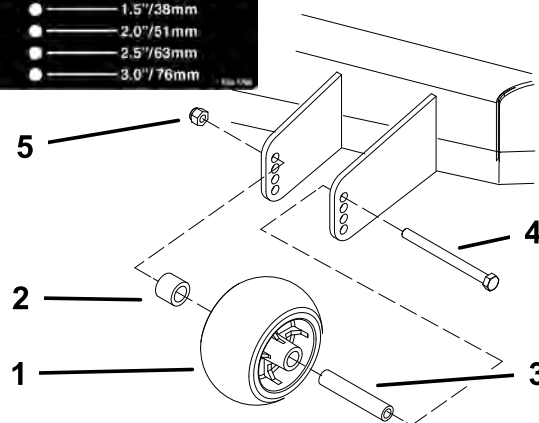
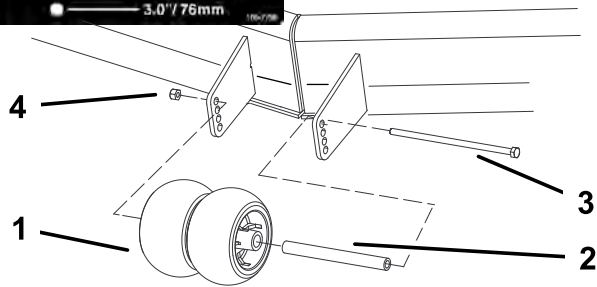

Figure 19
Figure 20
3. Après avoir réglé la hauteur de coupe, réglez les galets en retirant l'écrou à collerette, la bague, l'entretoise et le boulon (Figure 19, Figure 20 et Figure 45).
Remarque: Les deux galets centraux ne sont pas munis d'entretoise (Figure 20).
5. Posez l'écrou à collerette, la bague, l'entretoise et le boulon. Serrez à 54–61 Nm (40–45 pieds-livre) (Figure 19, Figure 20 et Figure 45).